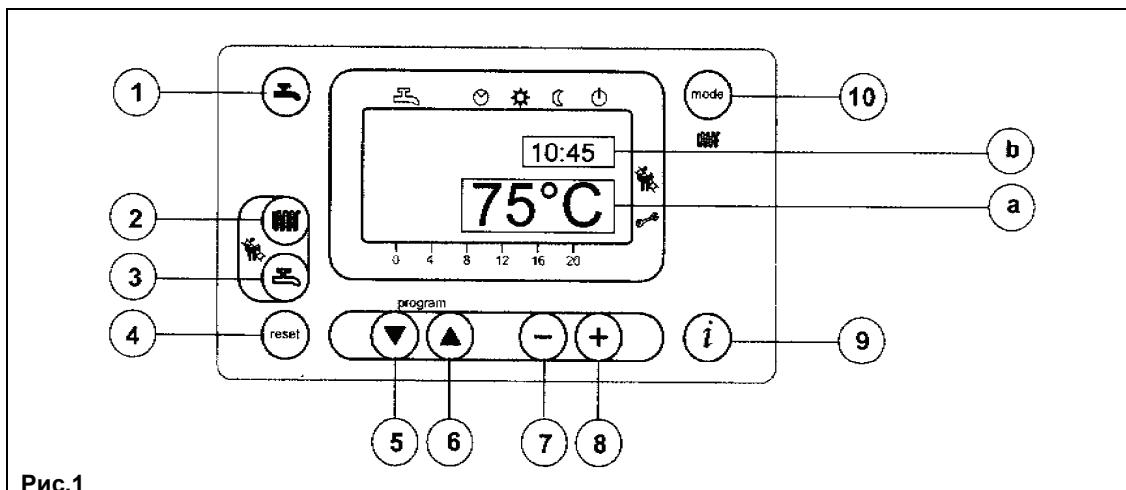

Рис.1
- Для установки значения температуры воды системы отопления нажмите кнопку (поз. 2, Рис. 1);
- нажмите одну из кнопок (поз. 1 или 10 Рис. 1) для запоминания значения и возврата в основное меню.
Прим. При подсоединенном датчике уличной температуры с помощью кнопки (поз. 2, Рис. 1) можно осуществлять смещение по климатическим кривым. Для увеличения или уменьшения комнатной температуры в отапливаемом помещении действуйте кнопками
- Для установки максимального значения температуры воды системы ГВС нажмите кнопку (поз. 3, Рис. 1);
На основном дисплее (Рис. 1 а) одновременно с кодом неисправности высвечивается символ
На дополнительном дисплее (Рис. 1 б) индикация неисправности происходит при помощи попаременно сменяющих друг друга кода неисправности и значения времени. В данном случае перезапуск котла возможен только после устранения причины неисправности.